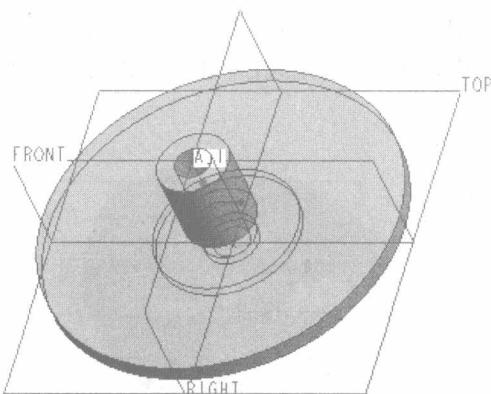

图 1-7 创建的旋转实体
(6) 接受默认的旋转角度为  $360^{\circ}$ ，单击✓(完成)按钮。按 Ctrl+D 组合键，以标准方向显示刚创建的旋转基本体，效果如图 1-7 所示。